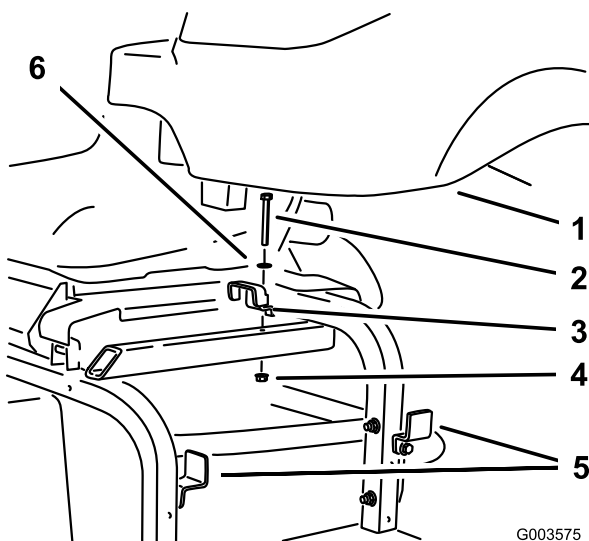

Figura 7
9. Retire el soporte superior del depósito hidráulico del bastidor de la máquina y afloje los dos soportes del lateral del bastidor. (Figura 7). Retire el depósito y guarde los herrajes.